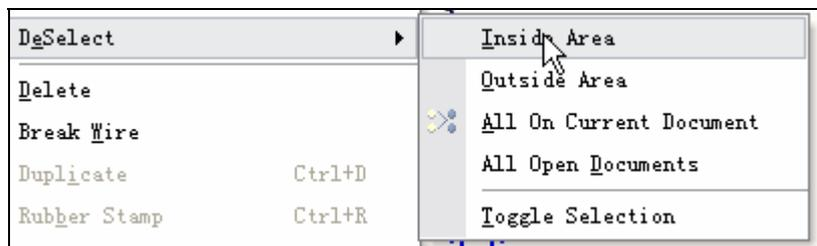

图 3-37 取消选择菜单命令
- 【Edit】菜单中还有一个专门的取消选择的命令菜单【DeSelect】,如图3-37: